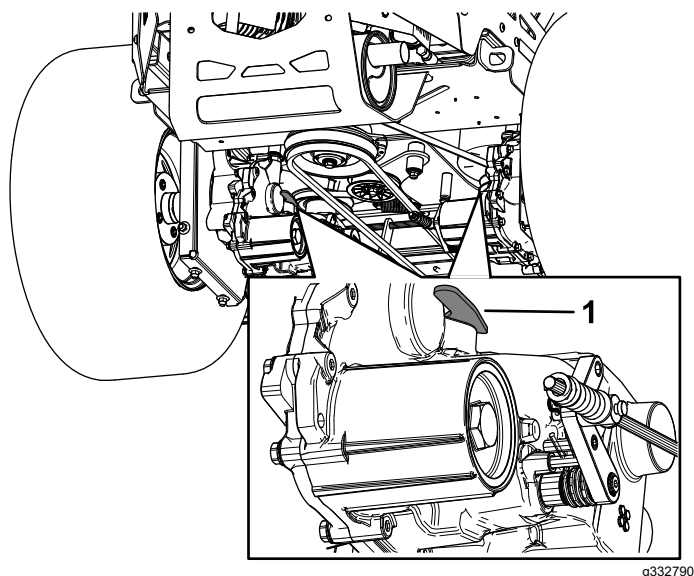

Figura 37
3. Pour pousser la machine, déplacez les deux leviers de dérivation en avant et bloquez-les en place (Figura 37).
5. Pour utiliser la machine, déplacez les leviers de dérivation en arrière et bloquez-les en place (Figura 37).